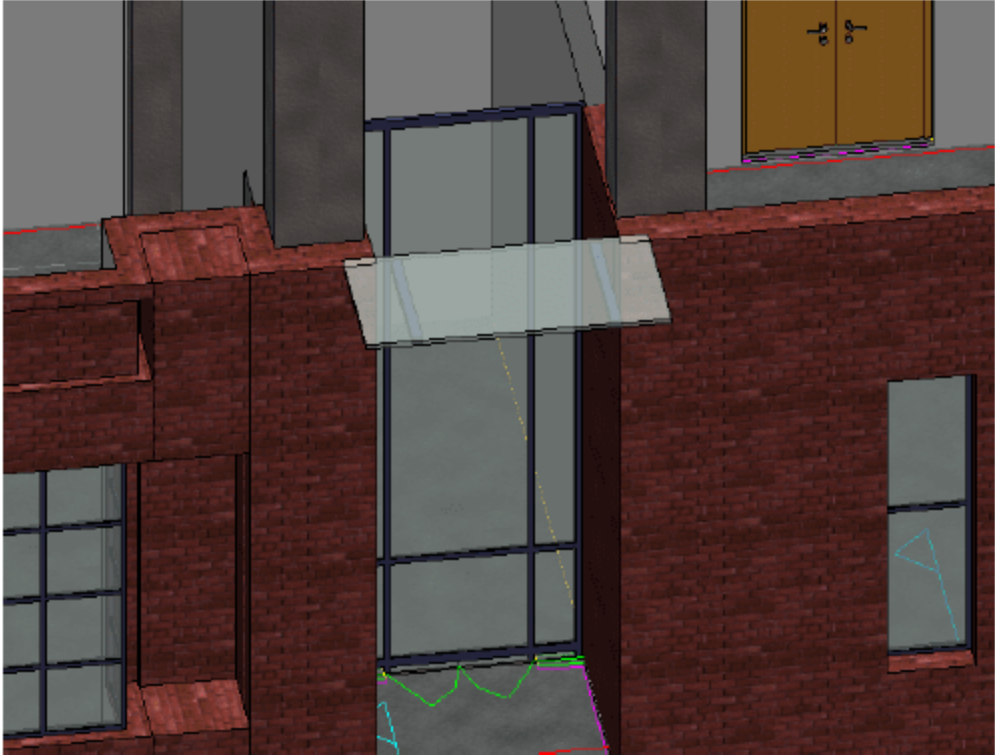

图 10.5.41 插入雨蓬族 3
(3) 插入 F 轴和 1/F 轴之间与 11 轴相交的雨蓬族，选择“建筑”→“构件”→“放置构件”→“雨蓬族 3”，调整好立面标高，在相应的位置插入雨蓬，如果雨蓬插入的位置不精确，可以按快捷键 M+V 进行调整，调整完成后的雨蓬三维视图如图 10.5.41 所示。